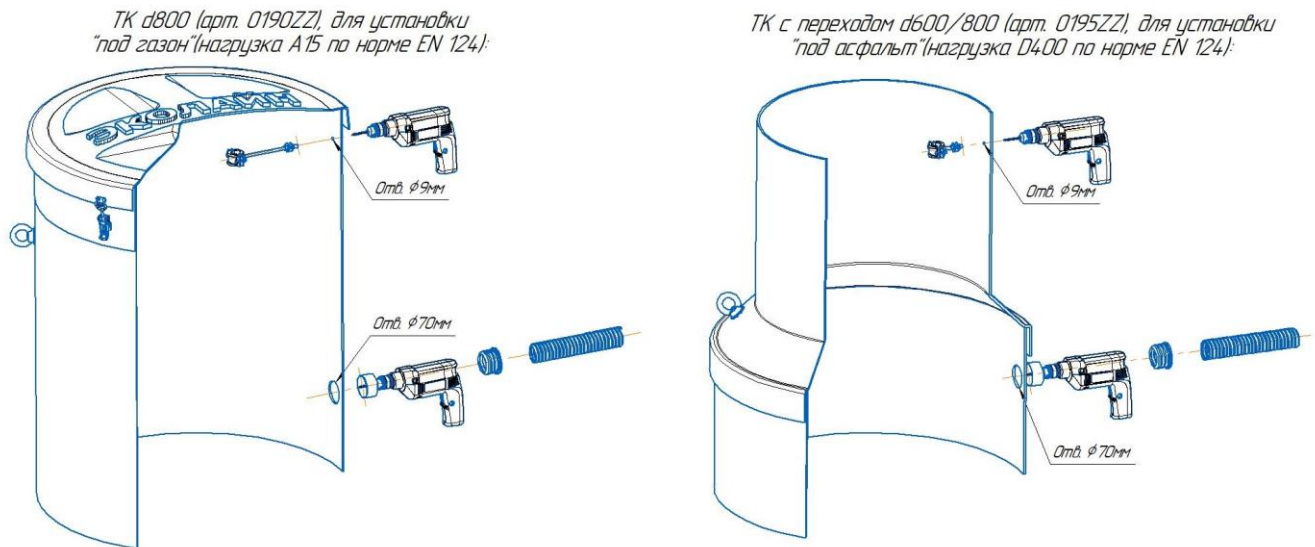

Рис. 2 – Подготовка отверстий в техническом колодце
- 2) Выполнить отверстия в корпусе технического колодца для установки верхнего крепления штанги (отв. $\phi 9\text{мм}$) и уплотняющей манжеты кабельной трубы (отв. $\phi 70\text{мм}$). Рис.2 и 3